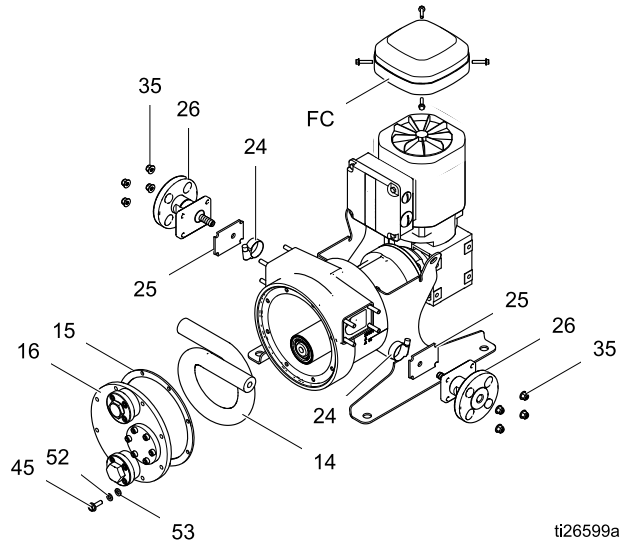

Figure 2 卸下或安装软管
2. 参见第 10 页的图 2。使用扳手松开固定前盖 (16) 的螺栓 (45) 和垫圈 (52、53，若有)，从最上面的螺丝到最下面的垫圈（若有）都一一取下。将前盖从泵上取下。如果盖子卡住，用平头螺丝刀在盖子和壳体间轻轻折垫圈密封。